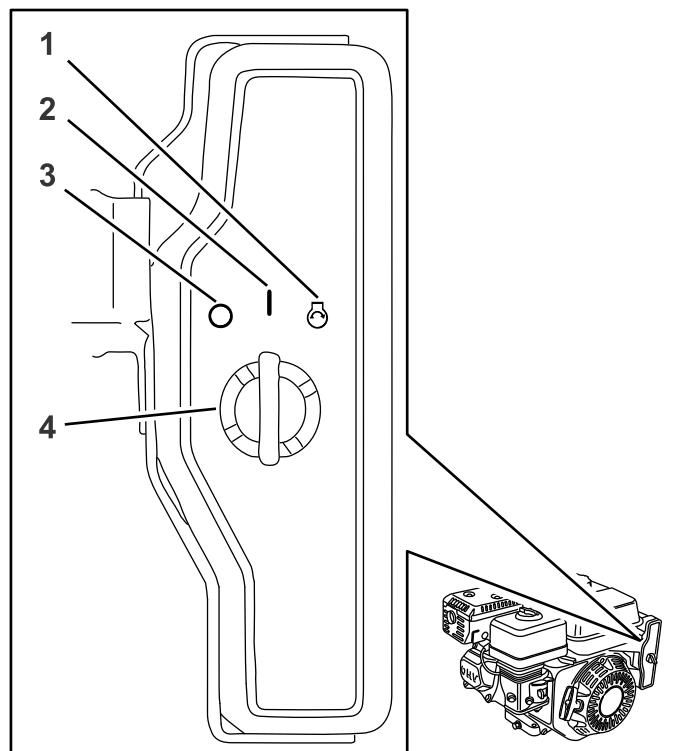

Bild 16
4. Drehen Sie den Schlüssel in die EIN-Stellung (**Bild 16**).
5. Stellen Sie den Schlüssel in die Stellung START und halten Sie ihn dort, bis der Motor startet (**Bild 16**).